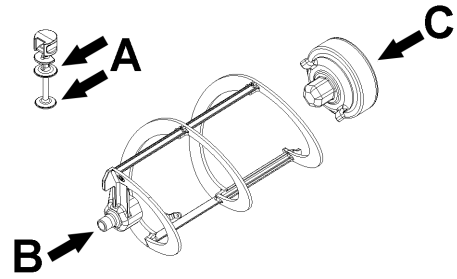
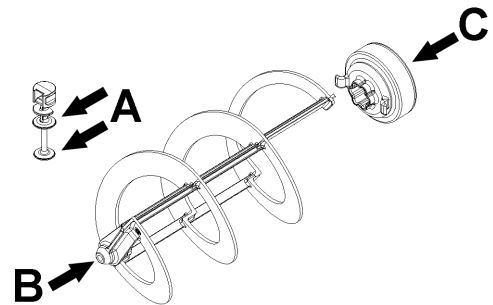

Bild 16
Bild 17
- 2 Den Kolben des Zapfhahns, den Sechskantanschluss und den Rührarm an den in (Bild 16) (NG6) o (Bild 17) (NG10) gezeigten Punkten schmieren, dabei ausschließlich das dem Gerät mitgelieferte Schmierfett oder andere Fette verwenden,